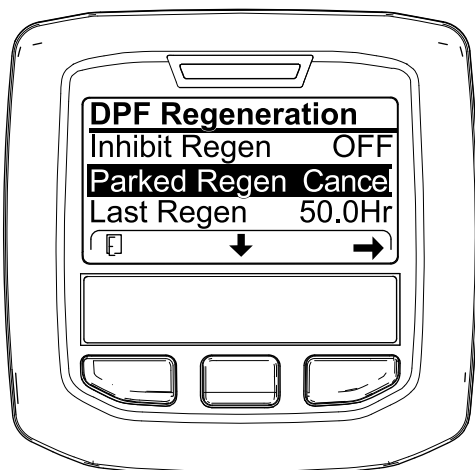

Figura 58
1. Accedete al menu DPF Regeneration (Rigenerazione FAP) (Figura 58).
2. Premete il pulsante centrale per scorrere il menu verso il basso fino all'opzione PARKED REGEN CANCEL (Figura 58) o all'opzione RECOVERY REGEN CANCEL (Figura 59).
3. Premete il pulsante destro per selezionare la voce Cancel relativa alla rigenerazione (Figura 58 o Figura 59).